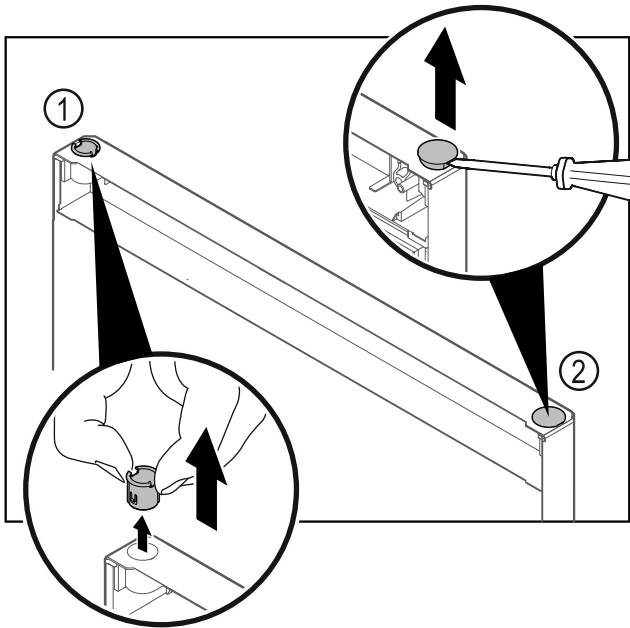

Fig. 11
- ▶ Vytiahnite puzdro závesu Fig. 11 (1) prstami.
- ▶ Plochým skrutkovačom opatrne nadvihnite kryciu zátku Fig. 11 (2) a vytiahnite ju.